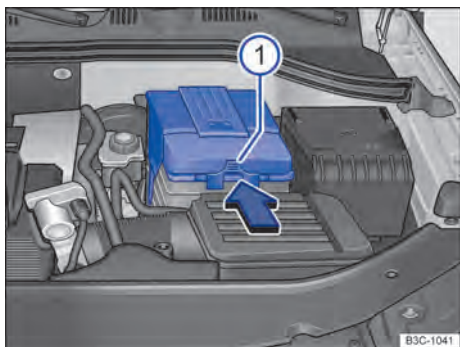

Fig. 227 No compartimento do motor: retirar a cobertura de plástico da bateria do veículo (versão 1).
- *Com uma cobertura de plástico*: pressionar sobre a tira ⇒ Fig. 227  no sentido da seta e retirar a cobertura de plástico para cima.